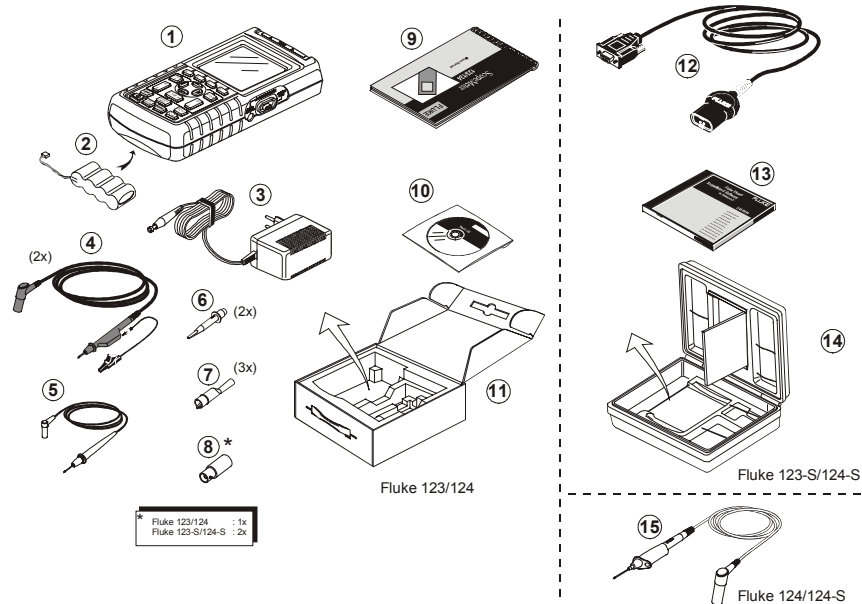

Figura 1. Kit del Instrumento de Medida
El kit del instrumento de medida contiene los siguientes elementos. (Consulte la figura 1):
- No conecte el cable de puesta a tierra (figura 1, accesorio 5) a tensiones pico superiores a 42 V (30 Vrms) respecto al potencial de la tierra de protección.